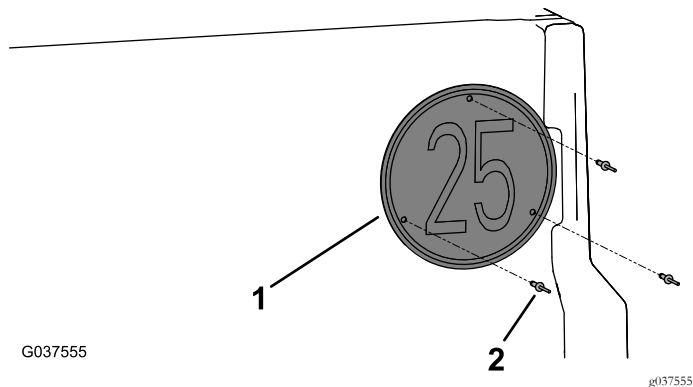

Bild 15
4. Befestigen Sie das Geschwindigkeitsschild an der Heckklappe mit drei Blindnieten (3/16" x 29/32"), wie in Bild 15 abgebildet.